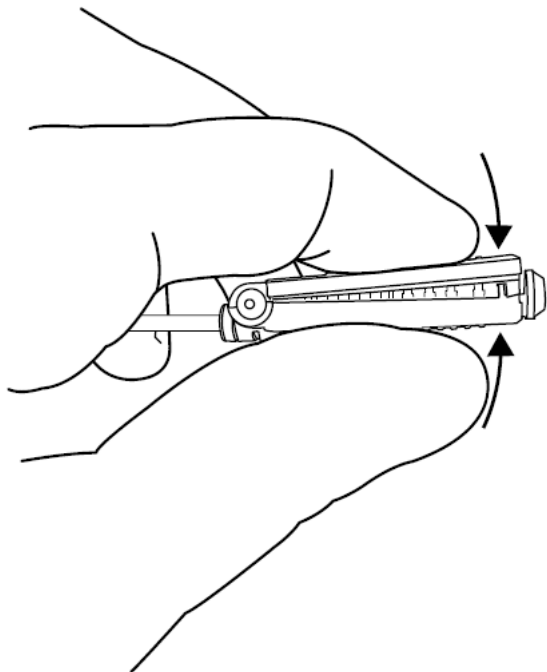

Figura 39. Presionar los lados del conector distal.
2. Presione los lados del conector distal para accionarlo y abrirlo (Figura 39).